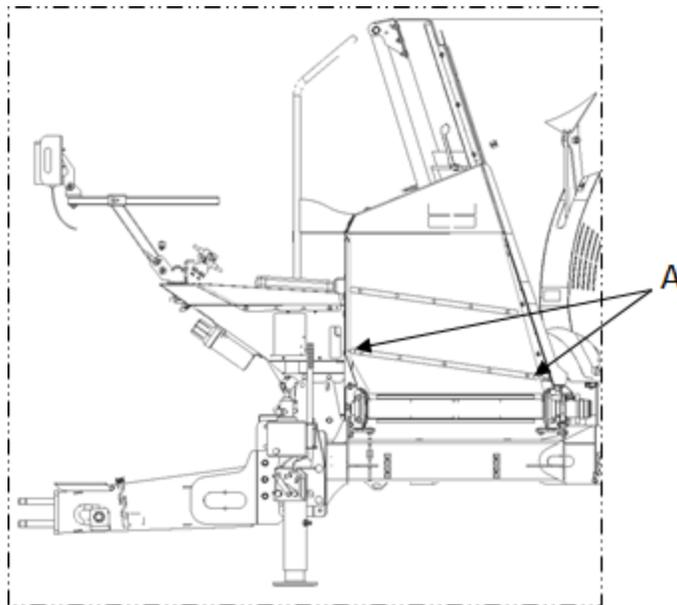

Figure 7 — Rideaux de rétention
- Fixez les rideaux de rétention aux panneaux de transfert en passant deux colliers de serrage en plastique dans les trous sur les rideaux (Figure 7, repère A).